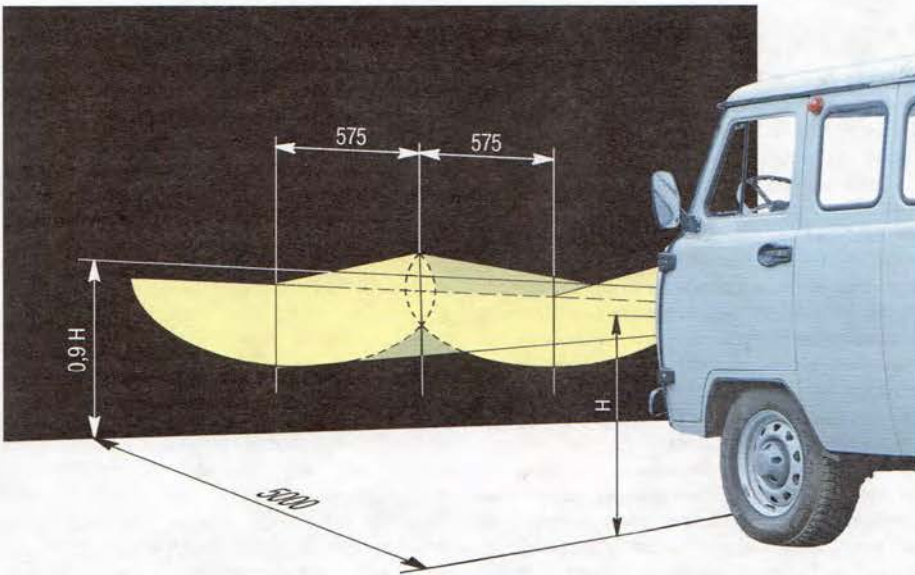

Рис. 10.4. Регулировка света фар
4. Установите автомобиль перпендикулярно гладкой стене (например, в гараже) на расстоянии 5 м. Положите на сиденье водителя груз массой 75 кг. Разметьте на стене экран, как показано на рис. 10.4.
6. Включите ближний свет и, закрыв одну из фар, отрегулируйте другую регулировочными винтами так, чтобы световое пятно на стене или экране было расположено, как показано на рис. 10.4.